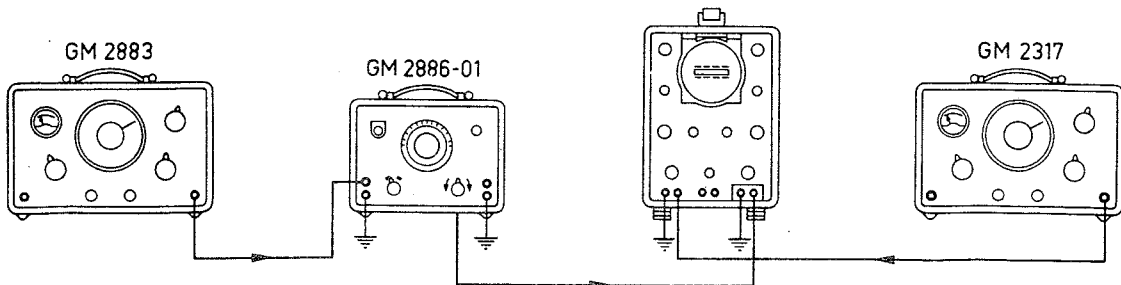

Fig. 6
3. Controleer het schaalverloop van C1. (Zie fig.6). De oscillograaf moet voorzien zijn van een horizontale versterker.